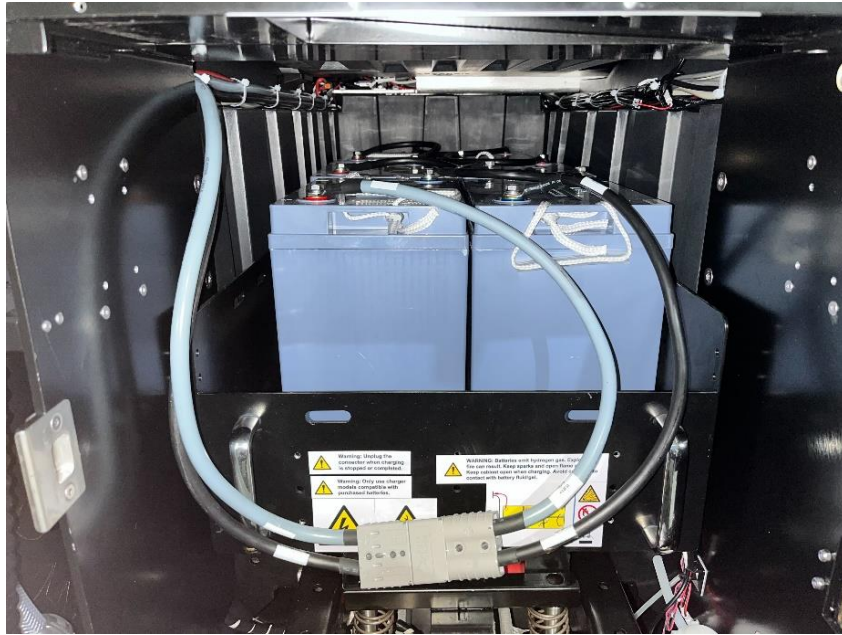

Fig. 6
13. Connectez la fiche de la batterie à la fiche du câble REXSCRUB. (Fig. 6).